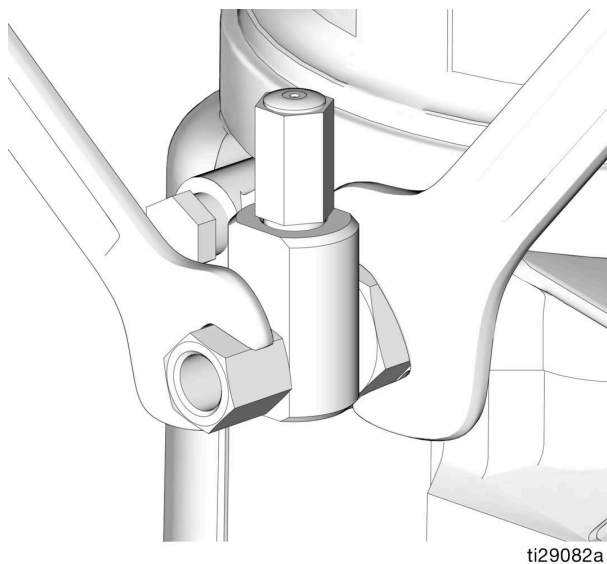

图 22
1. 松开泵元件管件（图 22）。
3. 用两个扳手从相反的方向拧紧泵元件管件（图 22）。